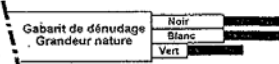

Fig. 1
4. Enlever la gaine du câble et dénuder les conducteurs tel qu'illustré à la fig. 1.